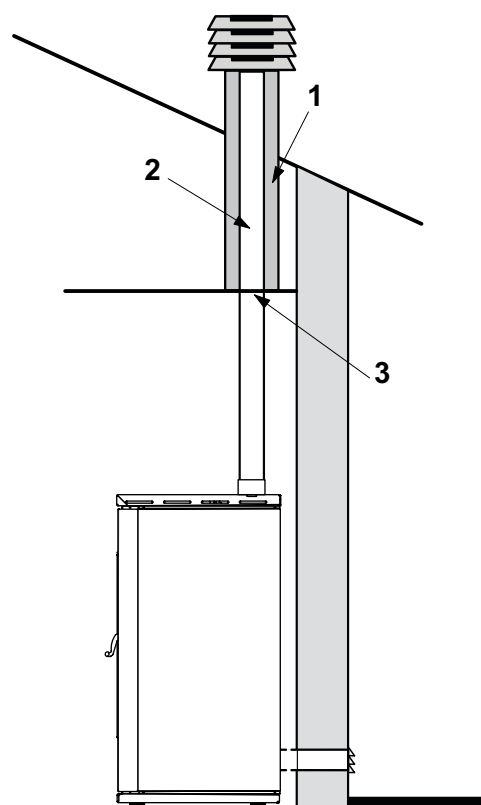

Fig. 5.9
! En caso de chimenea con sección mayor es necesario “entubar” la chimenea con una tubería de acero (con diámetro en función del recorrido) debidamente aislada (Fig. 5.9).
- 1) Vermiculita y/o lana de roca. Fig. 5.9
! En caso de chimenea con sección mayor es necesario "entubar" la chimenea con una tubería de acero (con diámetro en función del recorrido) debidamente aislada (Fig. 5.9).